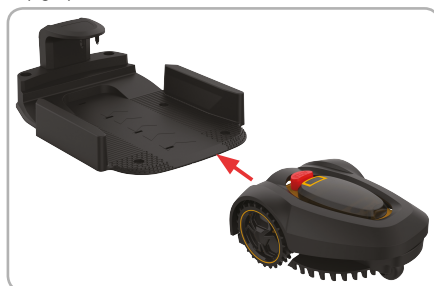

Fig.5
- Poziţionaţi robotul de tuns în staţia de încărcare chiar dacă robotul este preîncărcat din fabrică (fig.5).